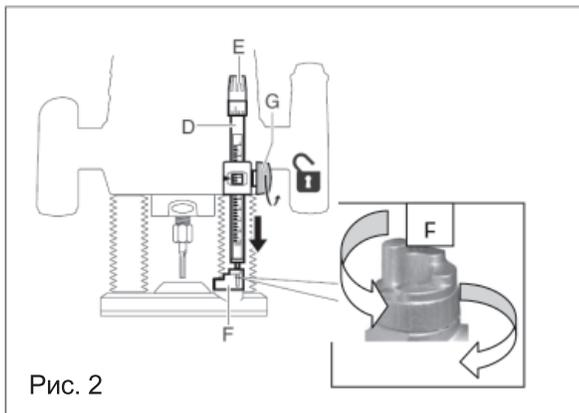

Рис. 2
- Убедитесь, что маленький стержень в регуляторе глубины фрезерования D выступает приблизительно на 3 мм (воспользуйтесь ручкой точной настройки E) (Рис. 2).